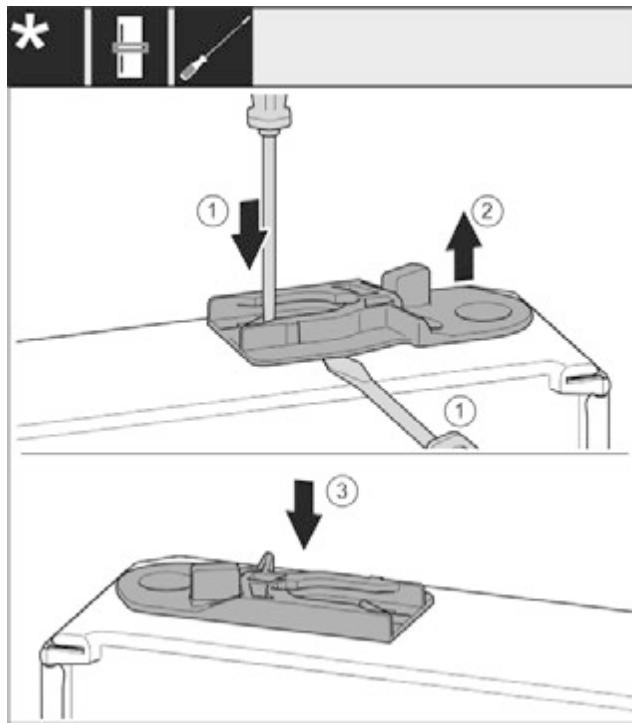

Fig. 29
- ▶ Витягніть направляюче гніздо: Натисніть шліцевою викруткою накладку і одночасно підведіть її під направляюче гніздо. Fig. 29 (1, 2)
- ▶ Направляюче гніздо, що входить до складу поставки, вставити з іншого боку корпуса. Fig. 29 (3)